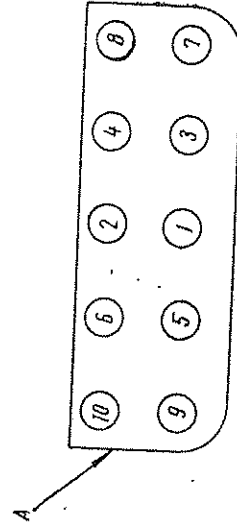

Abb. 3 Reihenfolge des Anzugs der Zylinderkopfmutter.
1. Befestigungsmuttern des Zylinderkopfes in der Reihenfolge gemäß Abb. 3 nachziehen. Diese Operation mit einem dem Kraftfahrzeug beigelegten Sonderschraubenschlüssel gleichmäßig und nur am kalten Motor vornehmen. Eine Verlängerung des Schließ-